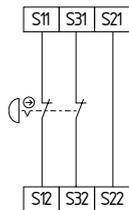

Fig. 13
**Circuito de paro de emergencia de dos canales con pulsadores según DIN EN ISO 13850 (EN 418) y EN 60947-5-5 (véase fig. 13)**